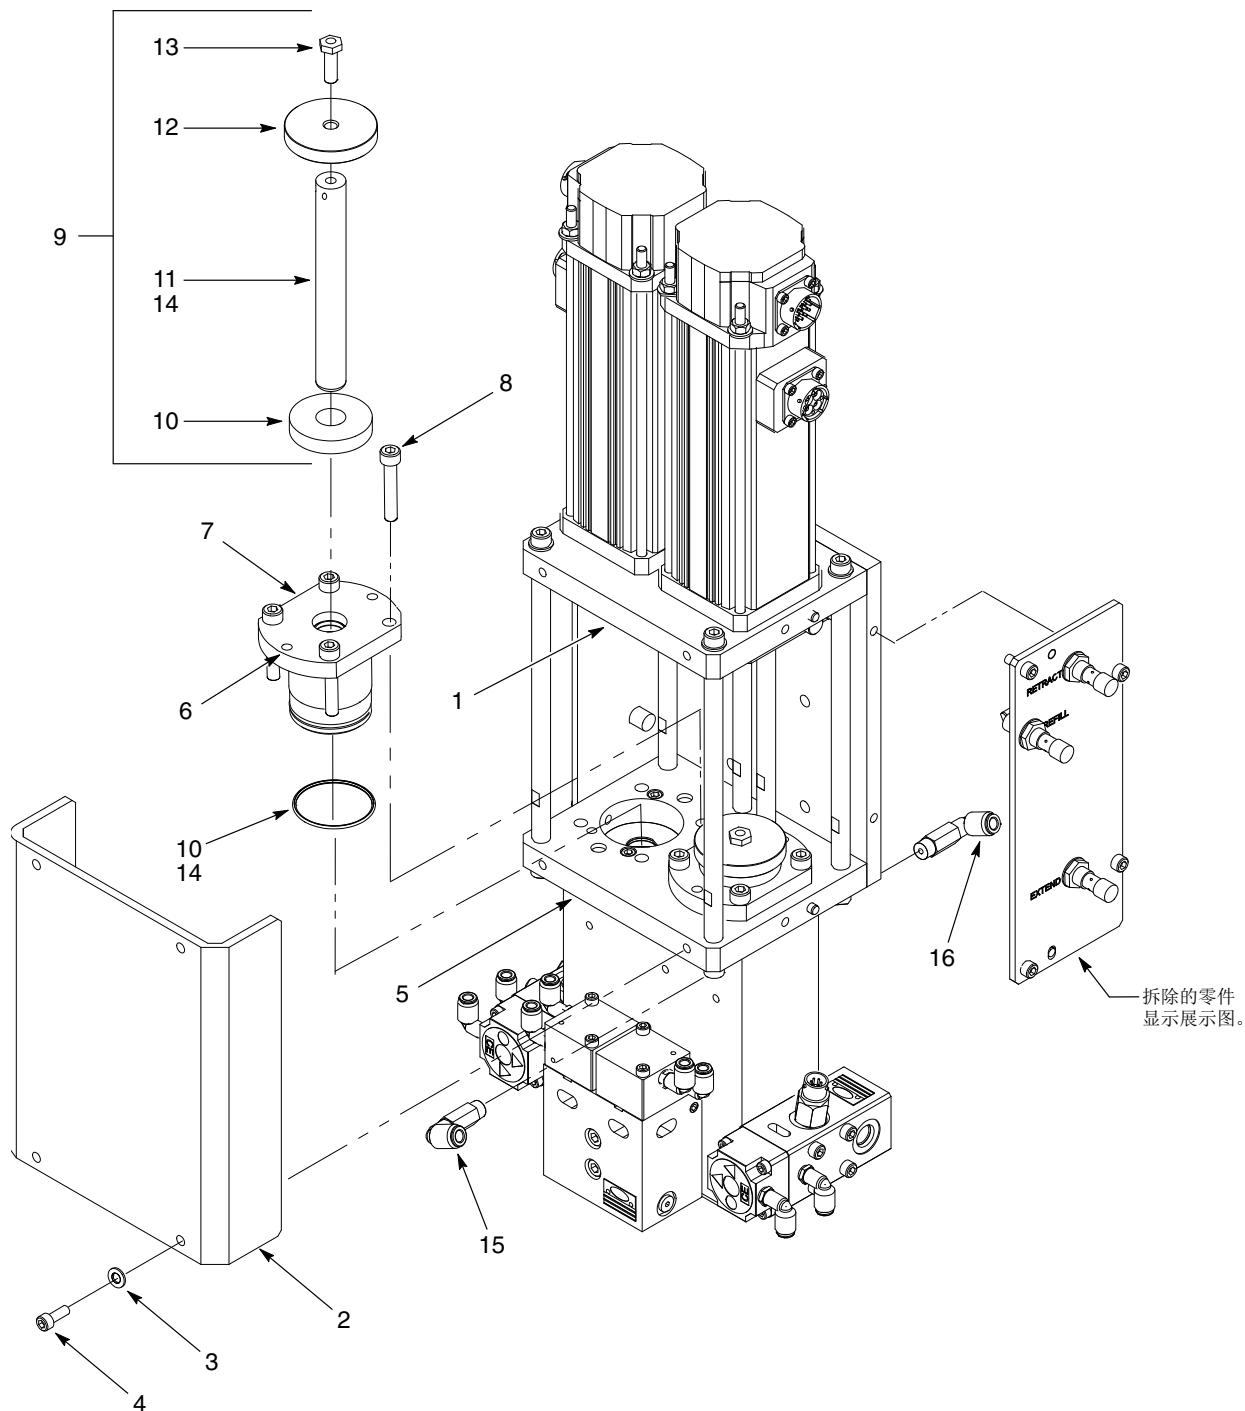

图 10 柱塞和压盖组件的维修
2. 详见图10。拆下将覆板(2)固定在线性传动器装配件(1)和外壳法兰(5)上的螺钉(4)和垫圈(3)。
1. 详见图10。使用TFE润滑脂(14)润滑压盖组件O形圈(10)和压盖组件(9)的内径。